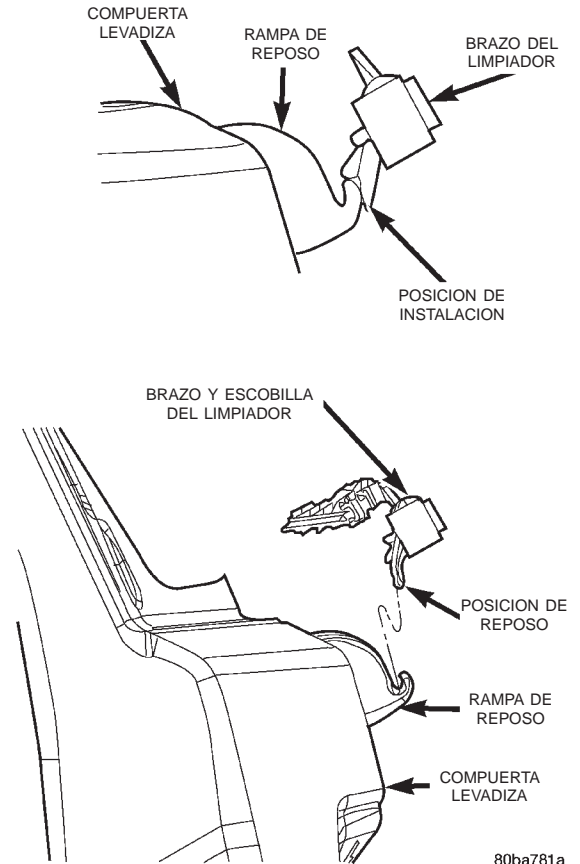

Fig. 9 Instalación del brazo del limpiador trasero
(1) Coloque el brazo y la escobilla del limpiador sobre la compuerta levadiza con el soporte del brazo del limpiador posicionado sobre la rampa de reposo y el orificio del pivote, situado en el extremo del brazo, posicionado sobre el eje transmisor del motor de limpiador trasero.
(2) Coloque el reborde del soporte del brazo del limpiador sobre la rampa de reposo de la compuerta levadiza en la posición de instalación (Fig. 9).
(3) Con el brazo del limpiador en la posición de instalación, desplace el orificio del pivote en el extremo del brazo del limpiador sobre el eje transmisor del motor de limpiador trasero.
(4) Instale y apriete la tuerca que fija el brazo del limpiador al eje transmisor del motor de limpiador trasero. Apriete la tuerca con una torsión de 18 N·m (160 lbs. pulg.).
(5) Cierre la cubierta del pivote del limpiador trasero sobre la tuerca de instalación del brazo del limpiador trasero.
(6) Levante el brazo y la escobilla del limpiador trasero separándolo de la rampa de reposo de la compuerta levadiza y coloque el soporte del brazo del limpiador en la posición de reposo (Fig. 9).